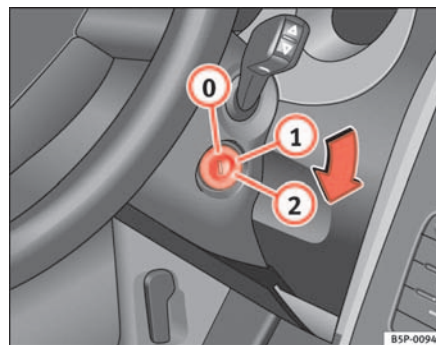

Fig. 94 Positions de la clé de contact
Dans cette position ⇒ fig. 94 l'allumage et le moteur sont déconnectés, ce qui peut bloquer la direction.
- Amenez la clé de contact en position ⇒ page 135, fig. 94 ①. Le témoin  s'allumera en cas de préchauffage du moteur.
- Lorsque le témoin s'éteint, tournez la clé en position ② pour lancer le moteur sans appuyer sur l'accélérateur. ▶
- Amenez la clé de contact en position ⇒ page 135, fig. 94  ▶